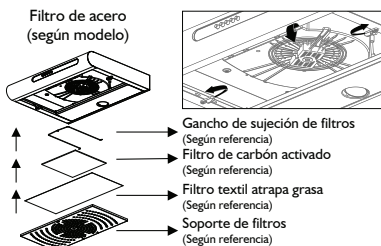

Figura 14
- Para Extraer el filtro de acero debe deslizar hacia afuera los seguros situados en la base de la campana, halar hacia abajo el soporte filtro y retirar. (Figura 14).